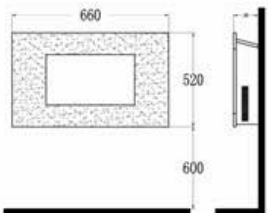

Fig. 3
- Se recomienda dejar una altura de 600 mm desde la parte inferior del calefactor hasta el suelo para que haya una visualización óptima del nivel de combustible (consulte la Fig.3 para conocer las dimensiones de instalación recomendadas).